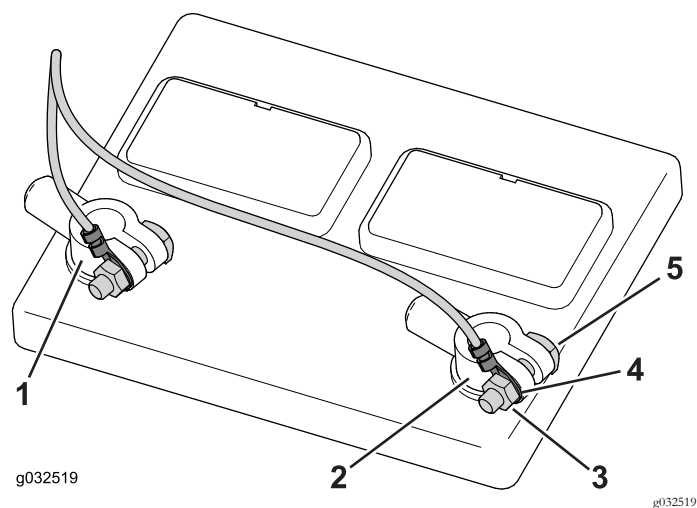

Figure 42
1. Desserrez et retirez le collier de la borne négative puis le collier de la borne positive de la batterie (Figure 42).
3. Placez la cosse négative sur le boulon de la borne négative et vissez légèrement l'écrou (Figure 42).
4. Placez la cosse positive sur le boulon de la borne positive et vissez légèrement l'écrou (Figure 42).
5. Placez le collier de borne positive sur la borne positive de la batterie, puis le collier de la borne négative sur la borne négative (Figure 42).